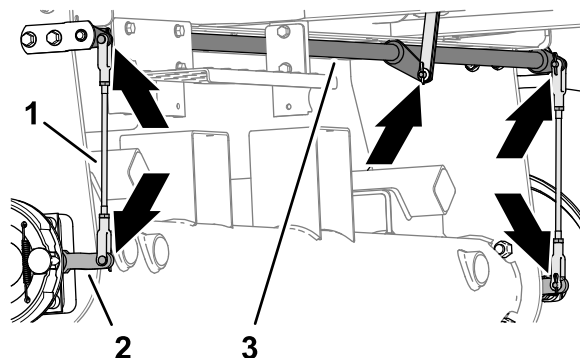

Figura 82
1. Inspeccione los conjuntos de varilla de freno derecho e izquierdo (Figura 82) en busca de daños o desgaste.
2. Inspeccione el eje de articulación del freno (Figura 82) en busca de daños o desgaste.